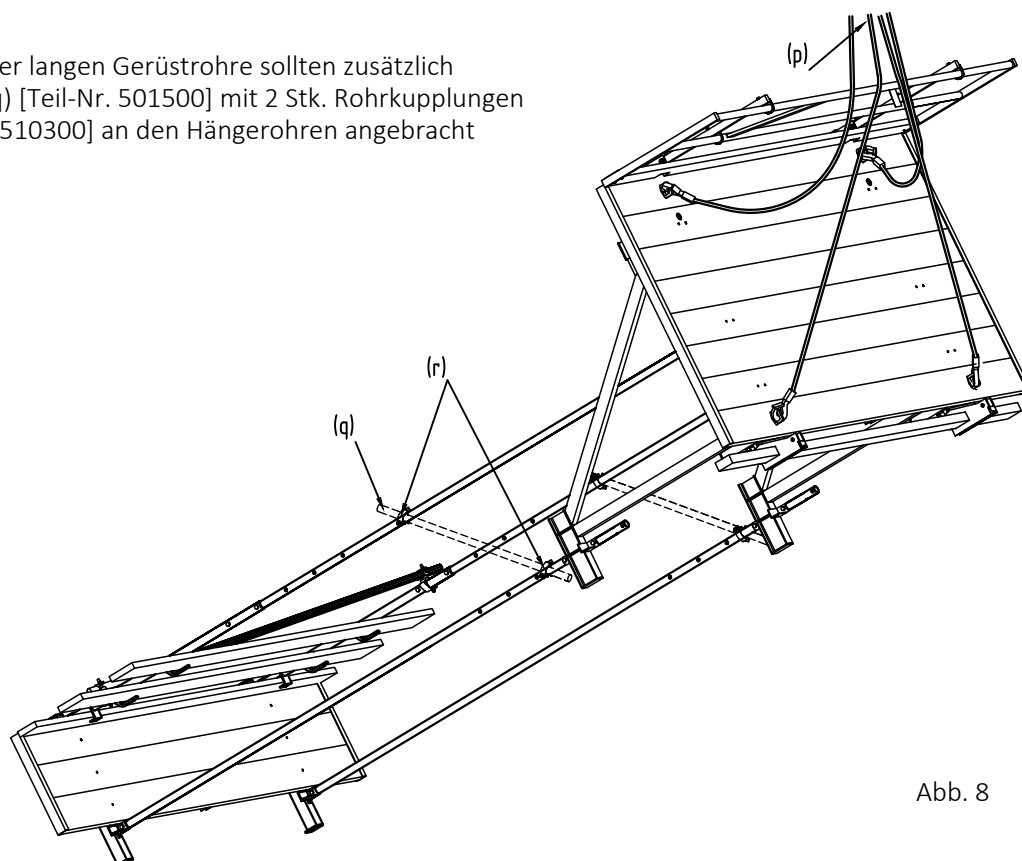

Abb. 8
- 8 Vierfach-Krängehänge (p) an den im Belag versenkten Bügeln einhängen. Richtstützen vom Untergrund und von der Arbeitsbühne lösen und Arbeitsbühne mit untergehangter Bühne langsam hochziehen (s. Abb. 8).